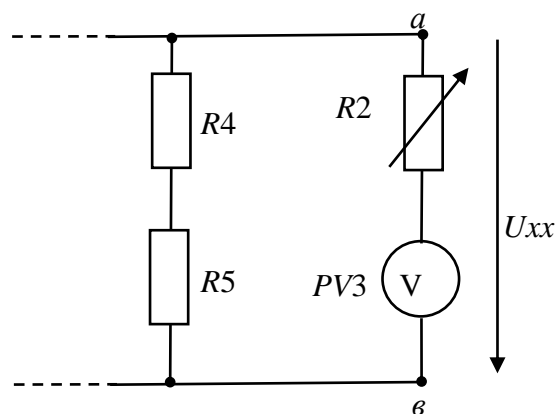

Рис.8
10. Проведите опыт холостого хода. Для этого ампервольтметр, измеряющий ток $I2$ используйте в качестве вольтметра ($PV3$), выполнив для этого необходимые настройки и переключения (рис.8). Включите электропитание. Выполните измерение напряжения холостого хода $U_{хх}$ Результаты занесите в табл. 6. Выключите электропитание модулей.